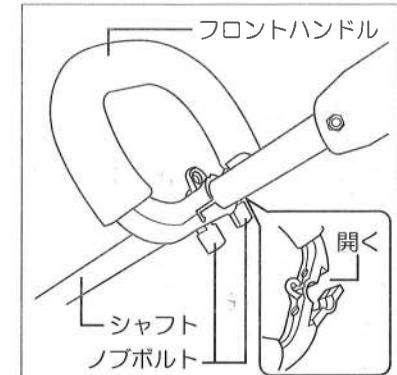

図4
■フロントハンドルの取付け(図4参照)
- ①フロントハンドルに組み付けられているノブ bolt を外してください。
- ②フロントハンドルのシャフト取付け部を開口し、シャフトに差込みます。
- ③外したノブ bolt (2本)をフロントハンドル固定ネジ穴に差込み、軽く締め付けてください。
- ④フロントハンドルを姿勢に合わせた任意の位置にして、ノブ bolt を確実に締め付けてください。